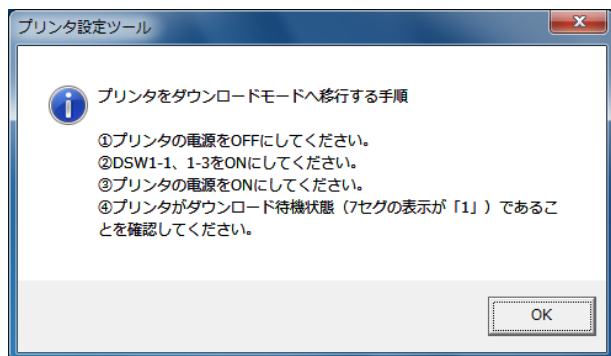
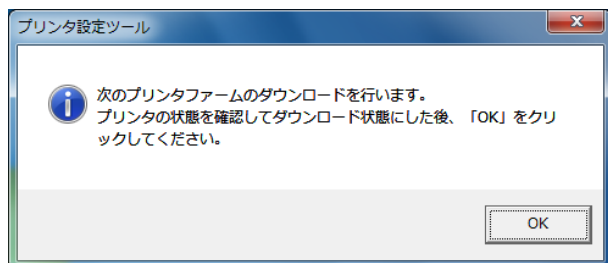

図 3.8.3 ダウンロード移行画面
図 3.8.5 複数ダウンロード画面
- (1) ②のメニューの「ファームダウンロード」をクリックします。
- (2) 図 3.8.3 のメッセージに従い、プリンタをダウンロードモードへ移行させます。
- (3) ファームウェアファイルを選択して、⑥の「開く」をクリックします。この際、複数のファームウェアファイルを選択することも可能です。
- (4) 複数のファームウェアファイルを選択しダウンロードが完了した場合に次にダウンロードを行うファームウェアファイルがある場合、図 3.8.5 が表示されますのでメッセージに従ってください。